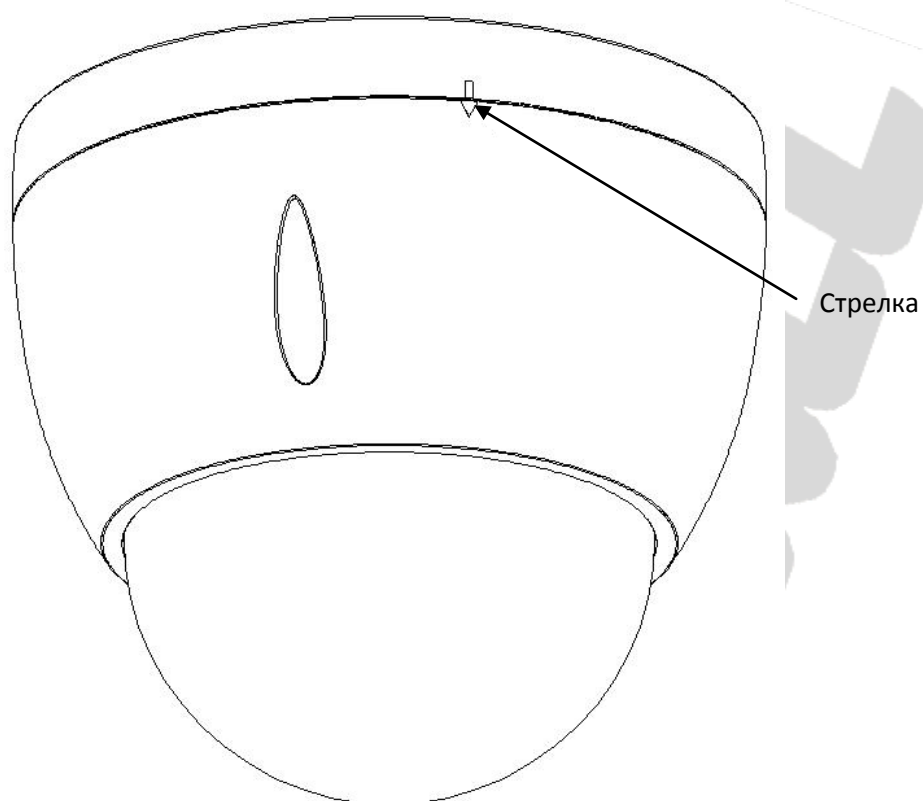

Рисунок 1.4. Сборка камеры.
4. Закройте корпус камеры, совместив треугольник на нижней части крышки с прямоугольником на основании корпуса (должна получиться стрелка), рисунок 1.4.